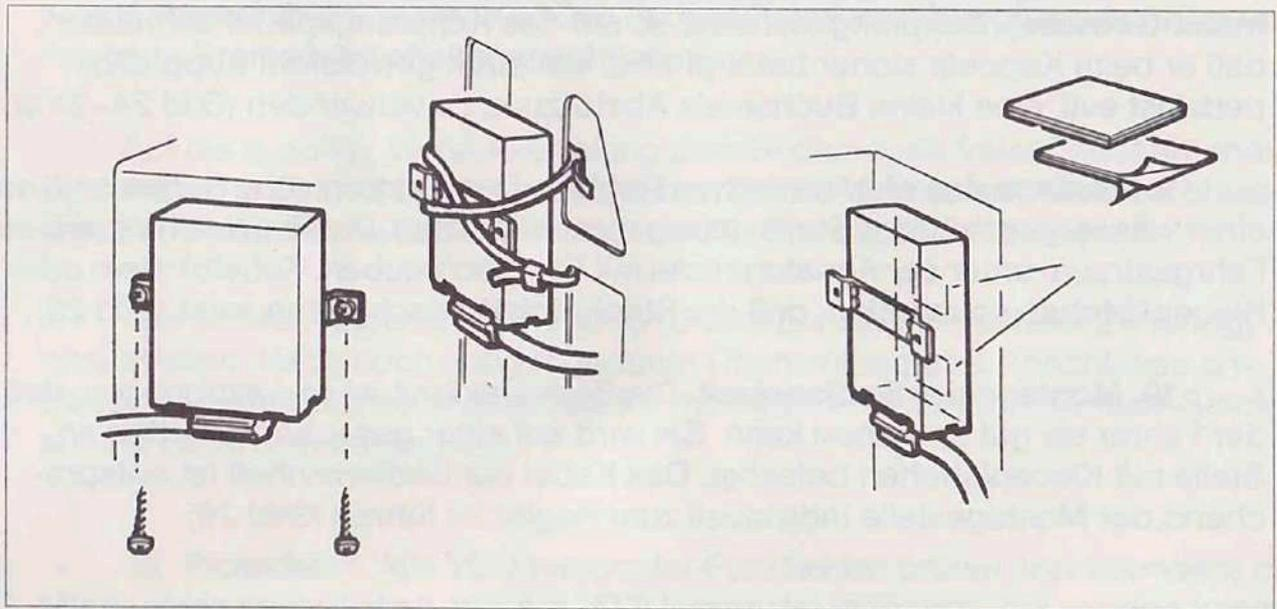

Bild 25
**9. Montage des elektronischen Reglers.** Der elektronische Regler muß an einer wassergeschützten Stelle untergebracht werden. Die Regeleinheit wird im Fahrgastraum unter der Armaturentafel mit Blechschrauben, Kabelbindern oder Klebeplättchen so montiert, daß die Steckerplatte nach unten zeigt (Bild 25).